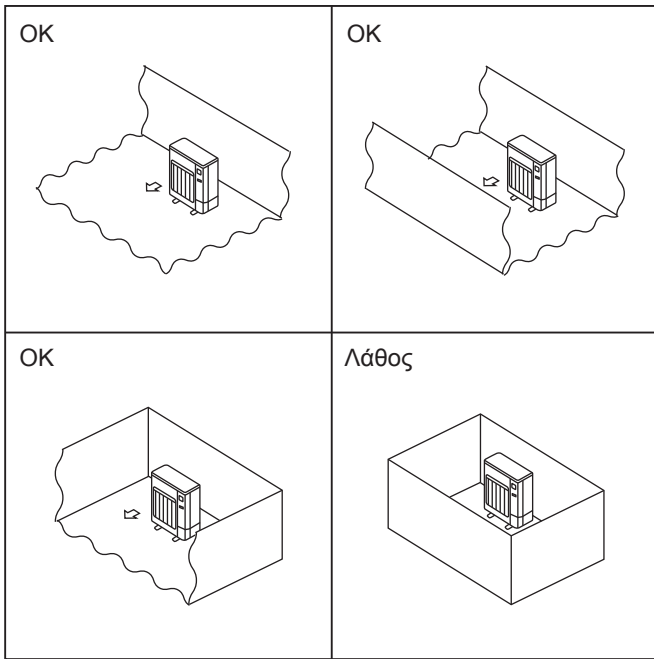

Fig. 2-2
- Εγκαθιστάτε τις εξωτερικές μονάδες σε χώρους όπου τουλάχιστον μία από τις τέσσερις πλευρές είναι ανοικτή και σε επαρκώς μεγάλους χώρους χωρίς συμπίεσεις. (Fig. 2-2)